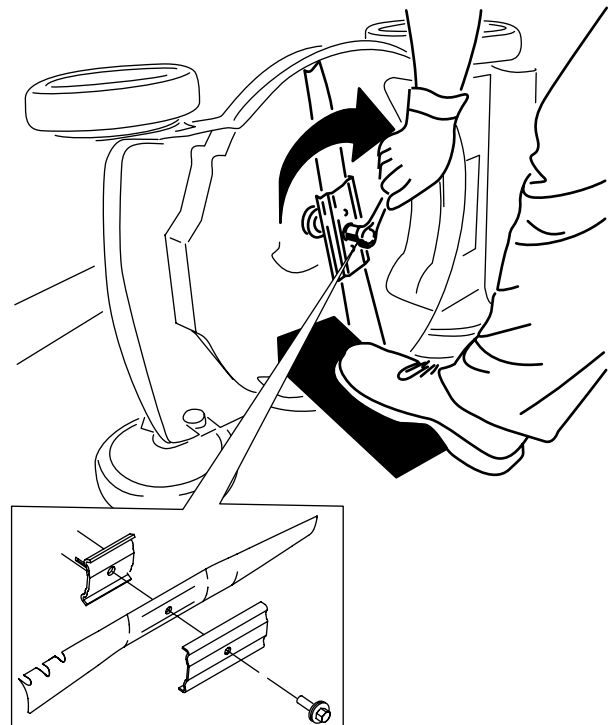

Figure 20
4. Montez la nouvelle lame, le support et le boulon de lame (Figure 20).